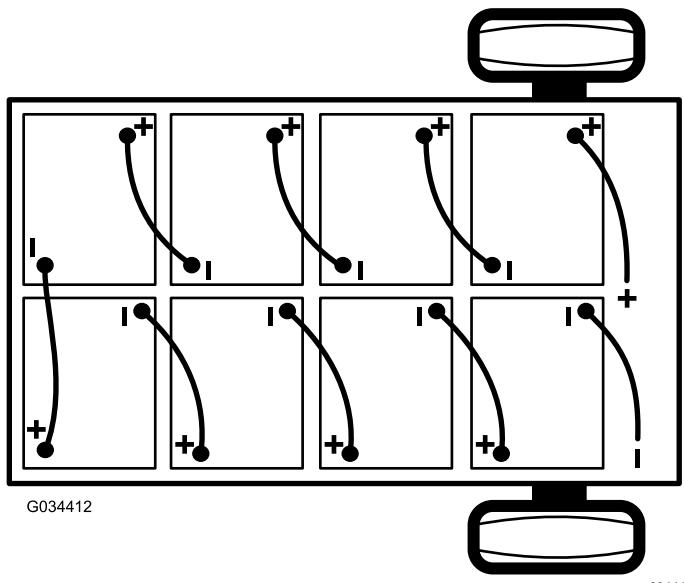

Figura 41
2. Desconecte el cable negativo principal (negro) de las baterías que conecta el banco de baterías a la conexión de tierra de la máquina (Figura 41).
3. Desconecte el cable positivo principal de la batería (rojo) que conecta el banco de baterías al contactor principal de la máquina (Figura 41).
**Nota:** Preste atención a la polaridad de las baterías al instalar las baterías nuevas (Figura 41).
6. Conecte las baterías entre sí como se muestra en Figura 41 con los cables de interconexión de las baterías que retiró en el paso 1.
2. Conecte el cable positivo principal de las baterías (rojo) entre el banco de baterías y la máquina (Figura 41).
3. Conecte el cable negativo principal de las baterías (negro) entre el banco de baterías y la máquina (Figura 41).